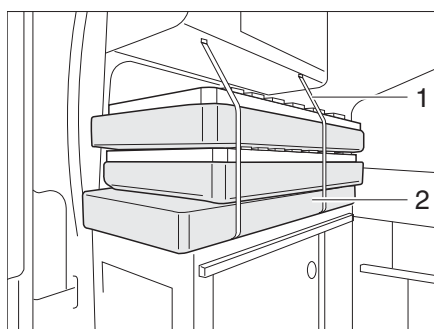

Fig. 45 Démontage
- Placer l'un à côté de l'autre les coussins, les matelas et les sommiers à lattes (Figure 45,2).
- Fixer le tout avec la sangle (Figure 45,1).